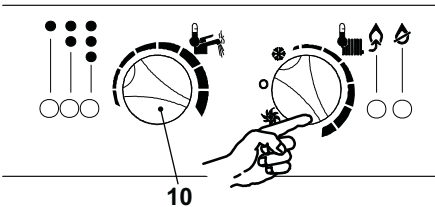

Fig. 7.9
- Colocar el conmutador de función 10 igual que en la Fig. 7.9.